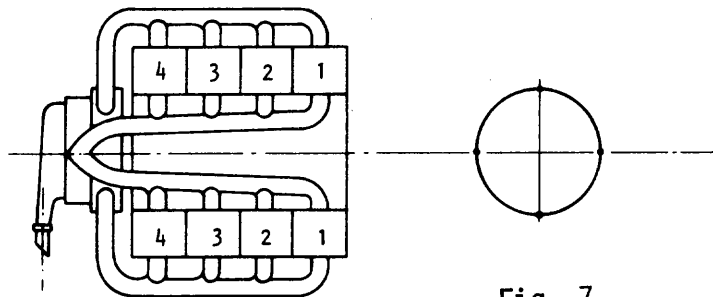

Fig. 7
- b) motores en "V". Los cilindros están dispuestos en el bloque formando un determinado ángulo, que varía según el tipo de motor (fig. 7). Con esta disposición se logra disminuir la longitud del bloque;